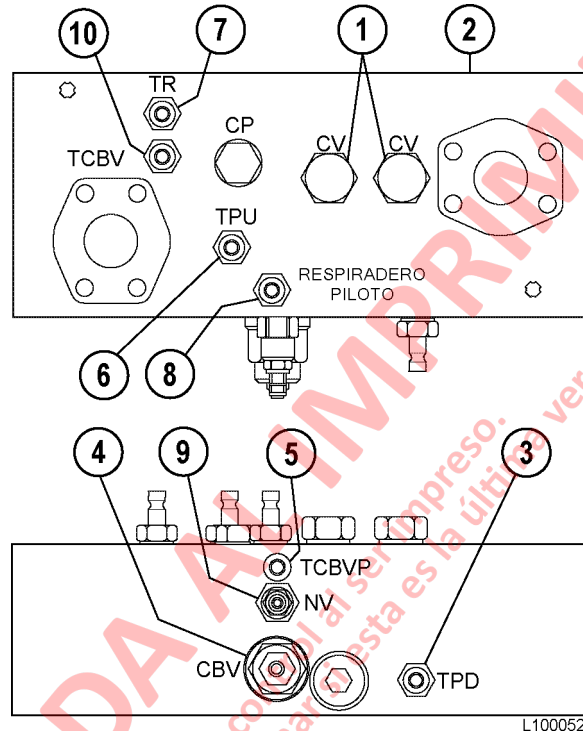

FIGURA 10-17. VÁLVULA DEL MÚLTIPLE DE SOBRE CENTRO
2. Suelte la tuerca de bloqueo en el vástago de ajuste de la válvula de aguja (9, Figura 10-17) en el múltiple de sobre centro. Gire el vástago de ajuste completamente a la derecha.
3. Saque el tapón del puerto "RESPIRADERO PILOTO" (8) en el múltiple de sobre centro. Este puerto permanecerá abierto a la atmósfera durante el ajuste. No deje que entre suciedad al puerto abierto.
1. Con la palanca de control de elevación en la posición FLOTACIÓN y la tolva descansando en el bastidor, suelte la tuerca de seguridad en el vástago de ajuste de la válvula de contrapeso (4, Figura 10-17). Gire completamente el vástago de ajuste hacia dentro (a la derecha) de modo que la presión de la válvula de contrapeso sea lo más baja posible.